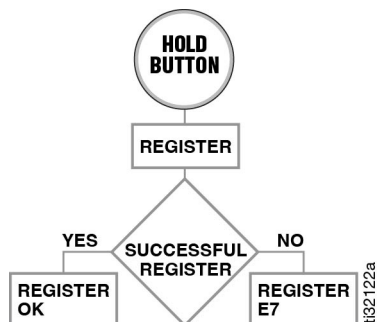

Рис. 3
3. В случае успешной регистрации уронемера (контроллера уровня в баке) в программном обеспечении Pulse на дисплее выводится сообщение REGISTER OK (РЕГИСТРАЦИЯ ОК), как показано на Рис. 3, стр. 6. Этот процесс может занять до 20 секунд.
Если уронемер цистерны не регистрируется с помощью программного обеспечения Pulse, выводится сообщение об ошибке REGISTER E7 (см. шаг 1, Рис. 3).